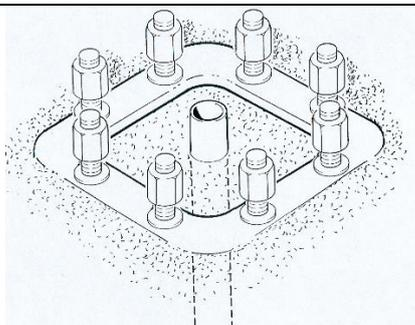

fig. 21
4. Cuando está previsto, insertar en el plinto un tubo adecuado para el paso del cable eléctrico que deberá alimentar la grúa giratoria (fig. 21)